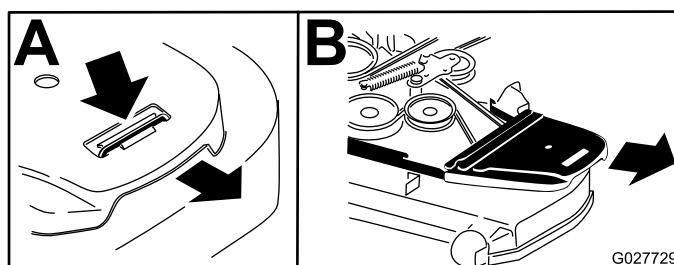

Figure 57
7. Déposez les protège-courroies (Figure 57).